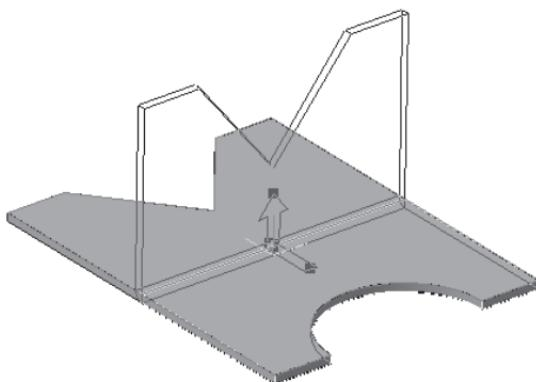

Рис. 408
- – **Сгиб по линии** инструментальная панель – **Элементы листового тела**. Щелчком ЛКМ укажите **Базовую** грань сгиба и **Линию** сгиба (рис. 408);